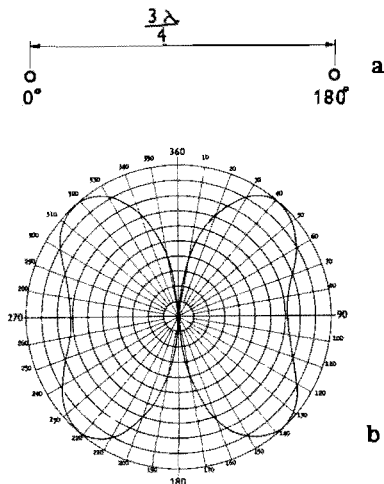

Bild 3. Enkel pejl (a) med diagram (b)
- Bild 3.** Enkel pejl (a) med diagram (b)
Om man använder dipolerna 1 och 2, som är hopkopplade så att  $180^\circ$  fasskillnad erhålls och sitter  $3/4$  våglängd från varandra (bild 3 a, s k enkel pejl), skulle man få ett pejldiagram enligt bild 3 b. I diagrammet är spänningen från antennen avsatt radiellt för varje bäring. Med en sådan pejlantenn kan man inte skilja på bäring och kontrabäring.